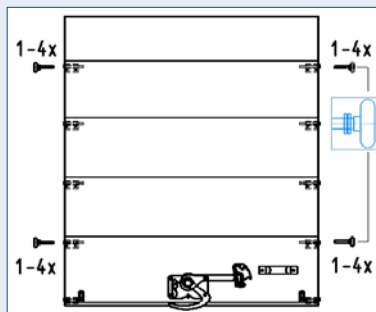

Abb. 3.2.4
- Achtung:** Durch die Unterlegscheiben bleibt das Tor fest im rechten Winkel zur Führungsschiene (Abb. 3.2.4). Es wandert nicht, streift nicht an der Schiene und hält länger. Montieren Sie die Scheiben nicht, können die Anlaufscheiben beschädigt werden.